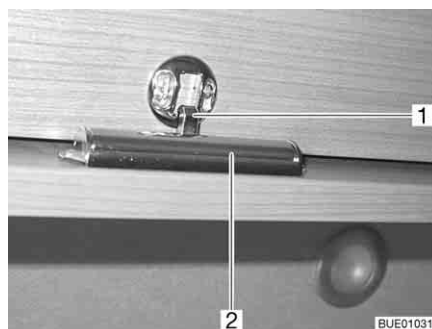

Bild 51 Möbelklappe mit Entriegelungsleiste
- Entriegelungsleiste (Bild 51,2) auf der Innenseite der Möbelklappe drücken und gedrückt halten.
- Möbelklappe herunterdrücken, bis die Verriegelung (Bild 51,1) hörbar einrastet.